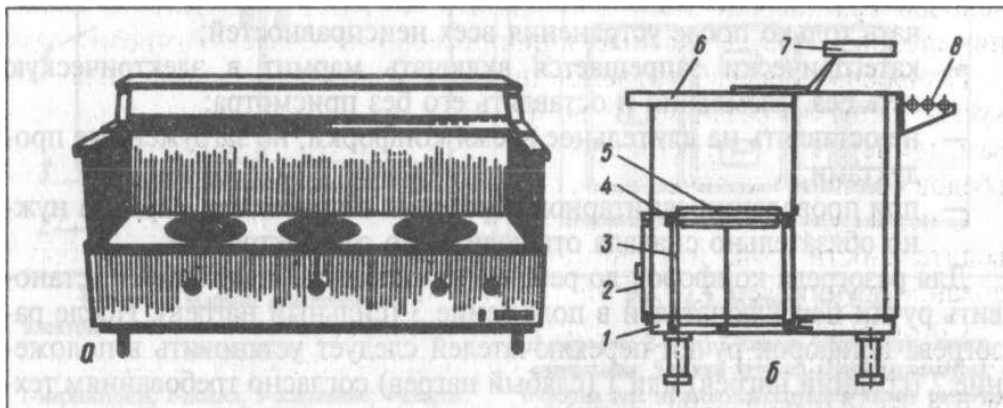

Рис. 14-1. Мармит стационарный для первых блюд МСЭСМ-3:
1.Мармит стационарный электрический секционный модулированный МСЭСМ-3 (рис. 14.1) предназначен для кратковременного хранения в горячем состоянии первых блюд в наплитных котлах. (как в столовой училища на раздаче)